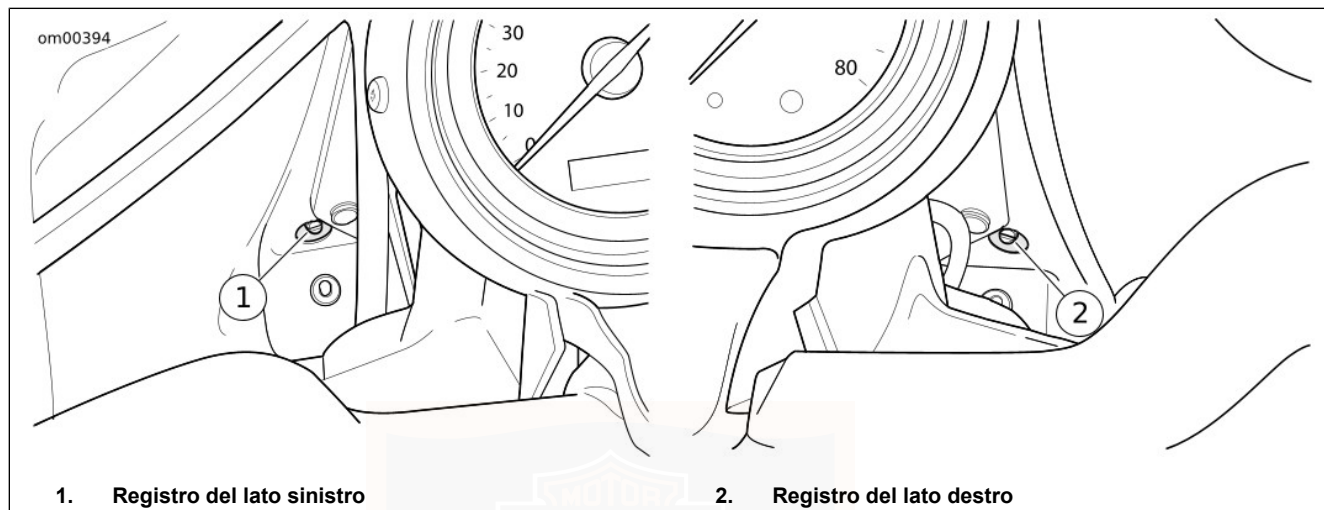

Figura 67. Registri del faro anteriore: Modelli faro anteriore con doppia lampadina
1. Vedere Figura 67. Ruotare i registri esagonali (sistema metrico) in prossimità del bordo inferiore della carenatura interna. Vedere Tabella 38 per la rotazione del registro.